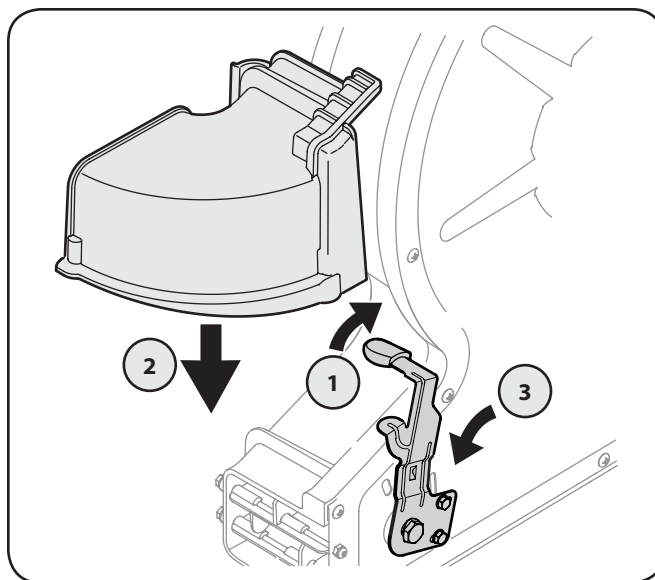

Figura 4-4
1. Gire la palanca direccional del soplador totalmente hacia la derecha (1), hasta la posición más elevada. Consulte la Figura 4-4.